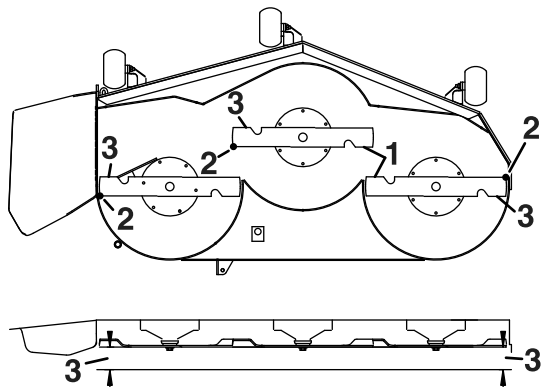

Figure 71
5. Mesurez la distance entre les tranchants extérieurs et le sol plat (Figure 71).